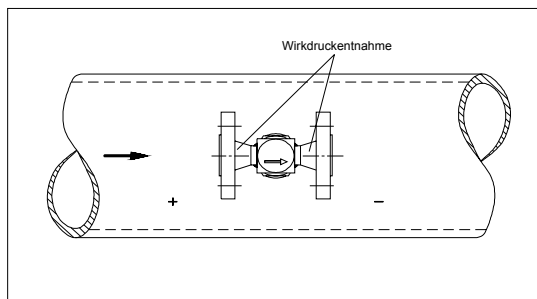

Abb. 2: Anordnung der Wirkdruckentnahmestutzen für horizontalen Rohrleitungsverlauf
- Verlauf der Rohrleitung, horizontal oder vertikal (siehe Abb. 2 und 3)
7. Richten Sie die Itabar Sonde so aus, daß der Pfeil auf der Sonde genau in Durchflußrichtung zeigt. (vgl. Abb. 2 und 3). Ziehen Sie die Druckmutter fest. Kontrollieren Sie nochmals die Ausrichtung der Sonde! Falls die Ausrichtung der Sonde nicht stimmt, lösen Sie die Druckmutter und wiederholen Sie den letzten Montageschritt.